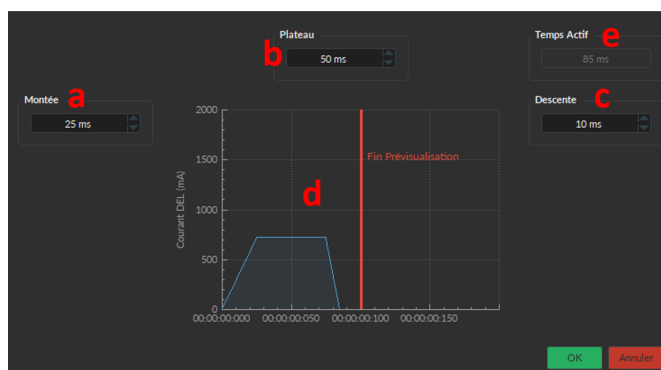

Figure 4.17 – Fenêtre Lissage de la source lumineuse
4. L'option **Lissage** est utilisée pour modifier la pente d'impulsion dans des séquences d'impulsions carrées. Le bouton **Éditer Fronts** ouvre la fenêtre **Lissage** (Fig. 4.17).